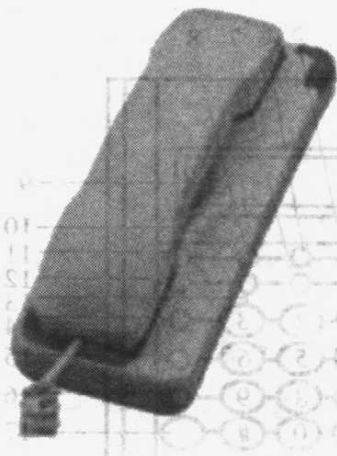

图 1.2 面包式有线电话机
(2) 面包式有线电话机。其外形近似面包,如图 1.2 所示。这种机型也具有一般程控电话机的功能,但它的功能键、功能开关及通话电路设计在手柄上。主体机只有振铃器、叉簧开关和手柄搁床三部分。